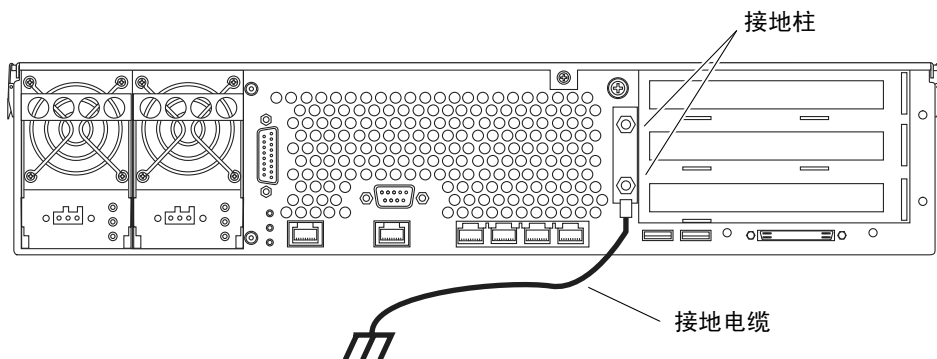

图 4-3 机箱接地柱的位置
2. 转到服务器背面，然后找到两个机箱接地柱（请参阅图 4-3）。